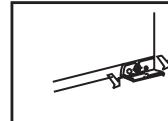

图1
- 将洗衣机程序处于停止位置,将洗衣机内残水排出。用手打开过滤器门(如图1);